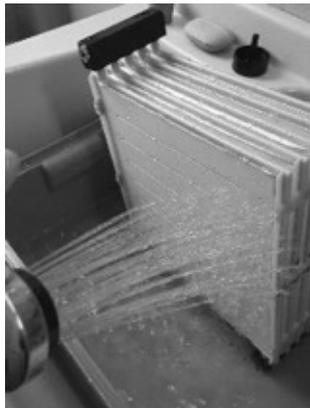

Abb. 26: Staub abwaschen
- Waschen Sie die Staubspuren vorsichtig mit Hilfe einer Handdusche, eingestellt auf weichen Wasserstrahl, ab (siehe *Abb. 26*). Die innenliegenden Befeuchterelemente können ebenfalls auf diese Weise gereinigt werden.